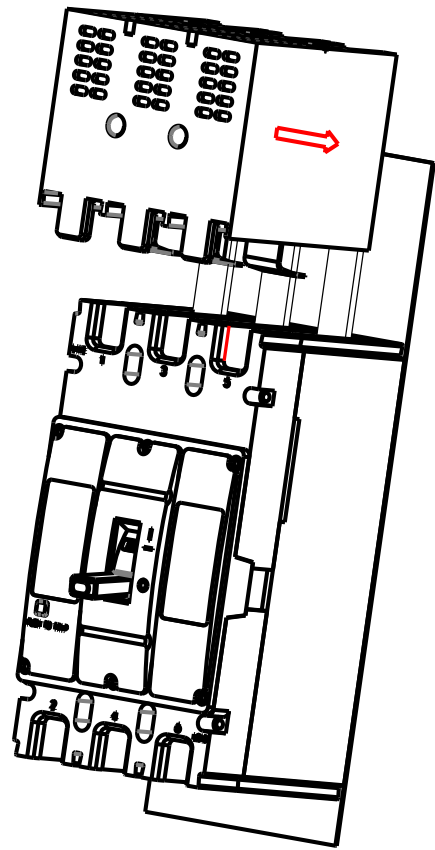
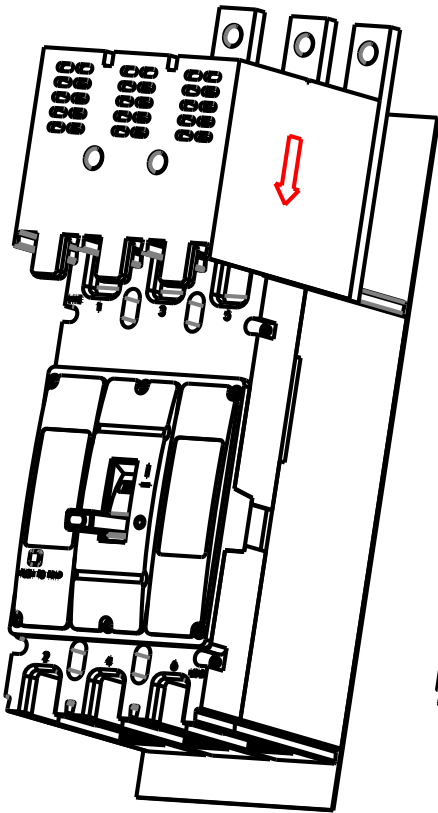
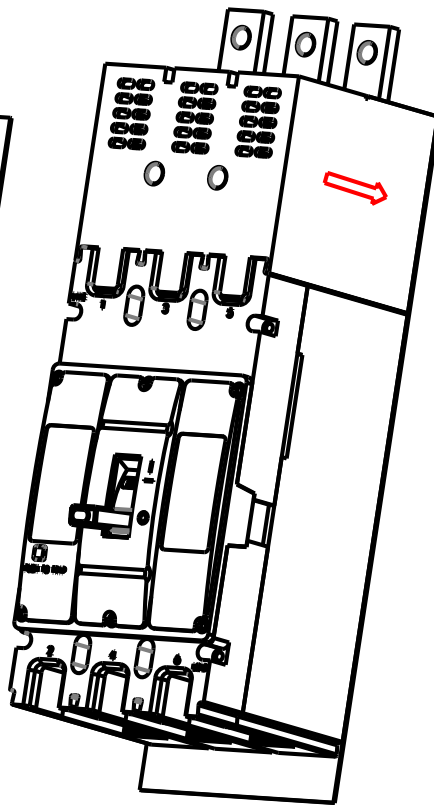

图3
图4
图5
- 2.把组装好的飞弧罩使挡板与中盖上红色标注面平齐后，按照图3、图4向产品侧进行滑动，使飞弧罩与底座进行卡接
- 3.按照图3、图4飞弧罩与底座、中盖之间卡接后，按照图5施加力按照红色标注方向使飞弧罩进行运动，安装完成后如图5